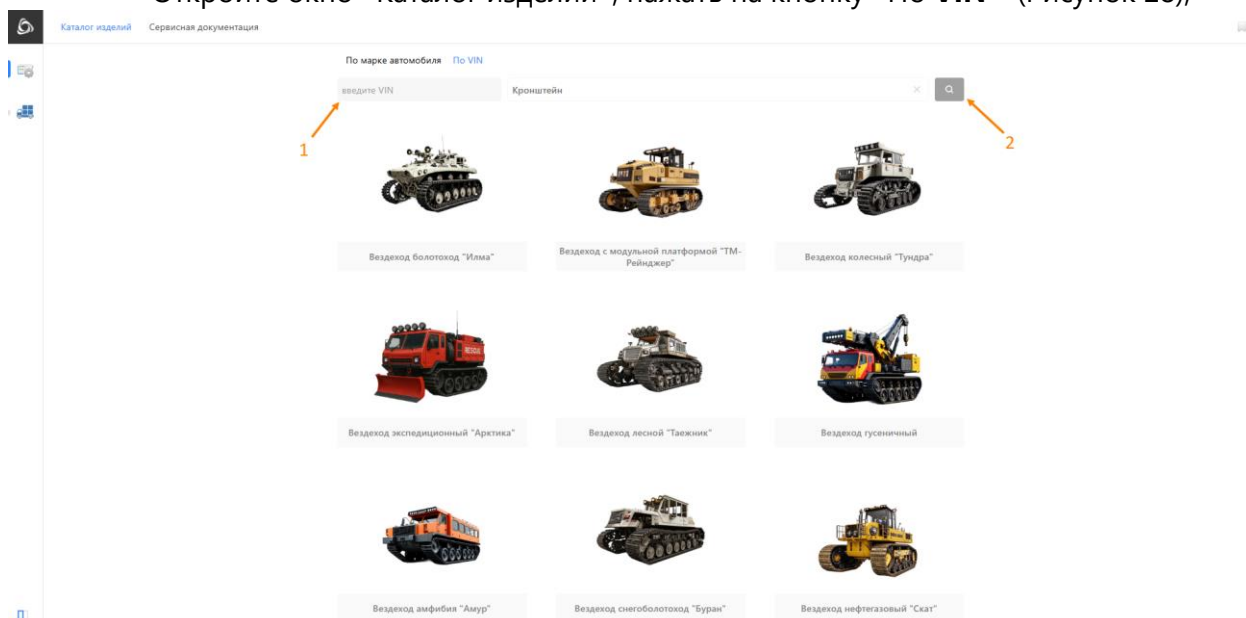

Рисунок 28 – Вкладка «По VIN»
- Откройте окно «Каталог изделий», нажать на кнопку «По **VIN**» (Рисунок 28);
- В поле «Поиск по VIN» ввести значение VIN-код автомобиля ([1], Рисунок 28);
- Нажать на кнопку «Найти» ([2], Рисунок 28).